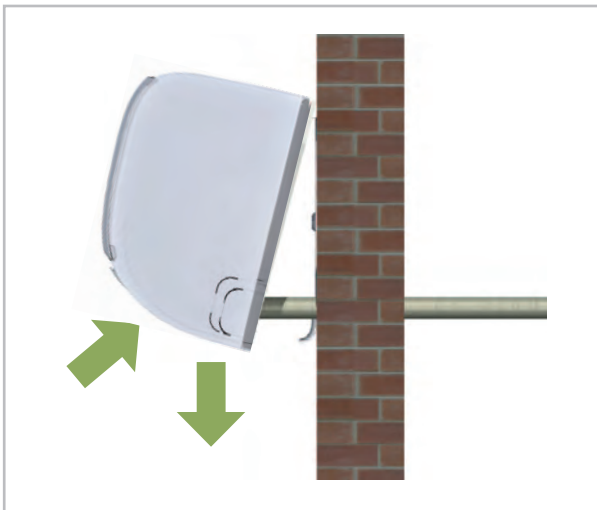

Abb. 22: Waagerechte Ausrichtung
5. ➤ Überprüfen Sie nochmals die waagerechte Ausrichtung des Gerätes. (Abb. 22)